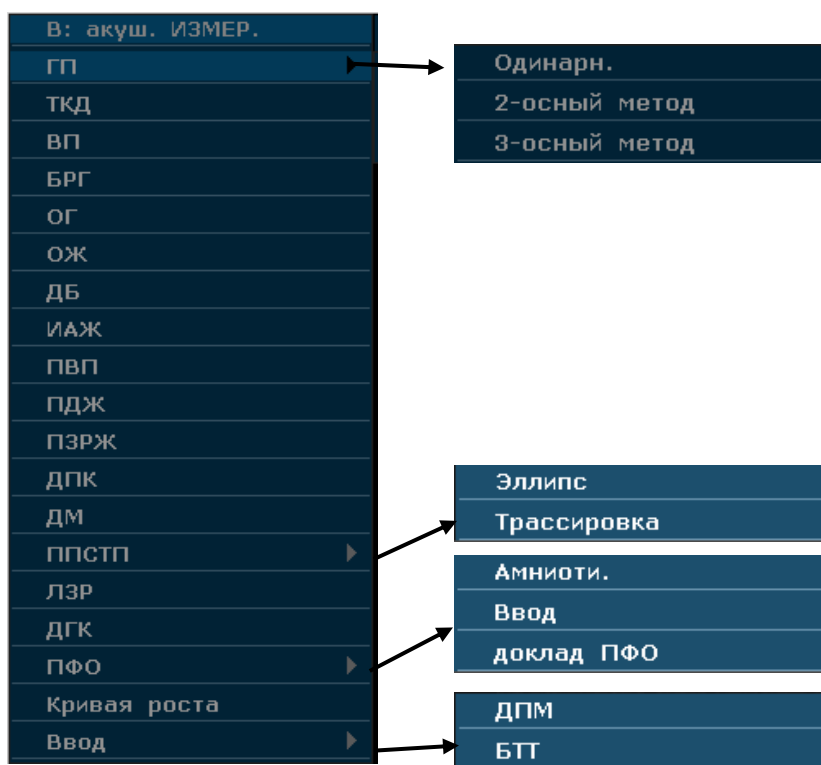

Рис. 8-1 Меню акушерских измерений и расчетов
3. Нажмите клавишу **Measure** (Измерить), чтобы активировать функцию специальных измерений. На экране отобразится меню измерений, показанное на Рис. 8-1.